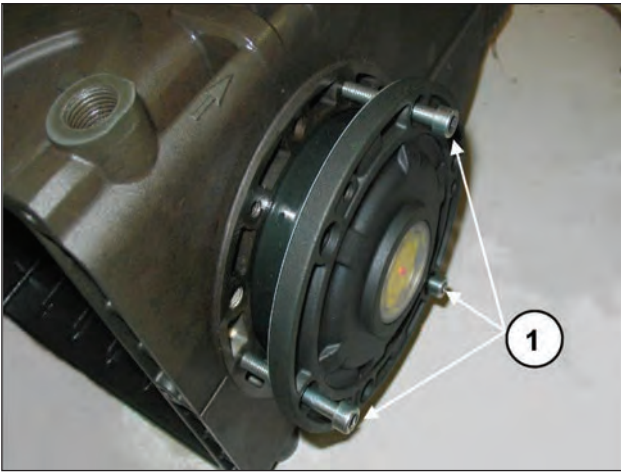

Abb. 8
Um das Einführen des ersten Abschnitts und das Einsetzen der Deckel am Gehäuse zu erleichtern, sollten Sie 3 Schrauben M6 x 40 mit Teilgewinde (Abb. 8, Pos. ①) zu Hilfe nehmen und den Vorgang dann anhand der mitgelieferten Schrauben (M6x18) abschließen.